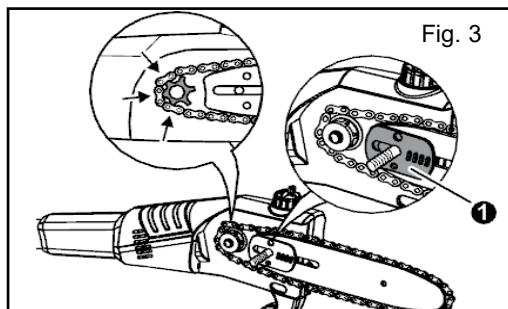

Fig. 3
**REMARQUE:** Assurez-vous que la plaque de tension de chaîne pointe vers l'avant (Fig. 3 ①).
- Vérifiez la position de la barre et de la chaîne sur l'outil (Fig. 3).